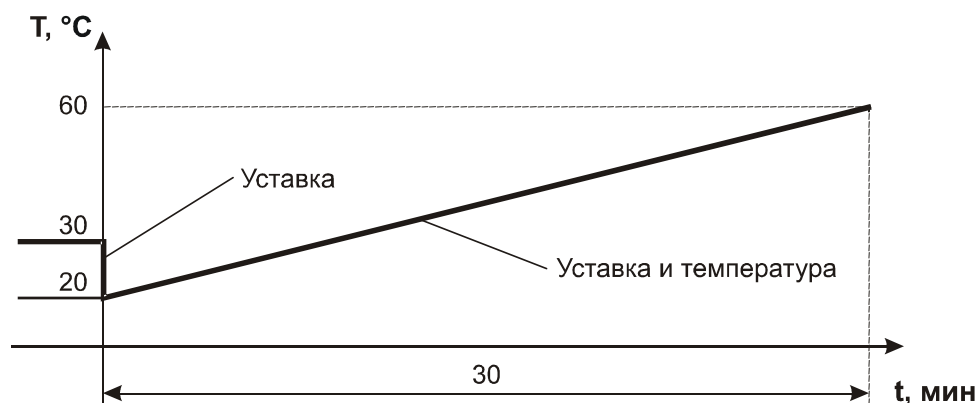

Рис. 6.8
- б) Если параметры первого шага задать следующим образом: $bc = 1$, SP – произвольное значение, $t0 = 30$, $P0 = 60$, то характер изменения уставки и примерный вид изменения температуры будут соответствовать рис. 6.8